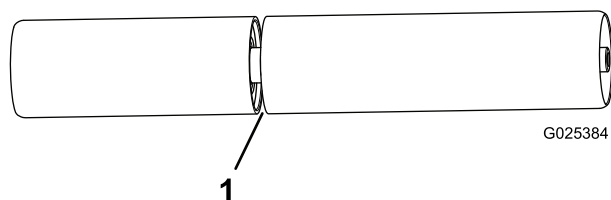

Figura 3
2. Aumentate la distanza (Figura 3) tra i 2 tubi del rullo su ogni gruppo.